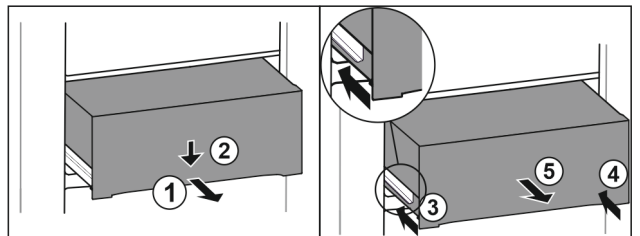

Fig. 91
- ▶ Вытяните выдвижной ящик наполовину. Fig. 91 (1)
- ▶ Вдавите выдвижной ящик в передней части вниз. Fig. 91 (2)
- ▶ Задвиньте левую направляющую прим. на 2 см. Fig. 91 (3)
- ▶ Задвиньте правую направляющую прим. на 2 см. Fig. 91 (4)
- ▶ Извлеките выдвижной ящик движением вперед. Fig. 91 (5)